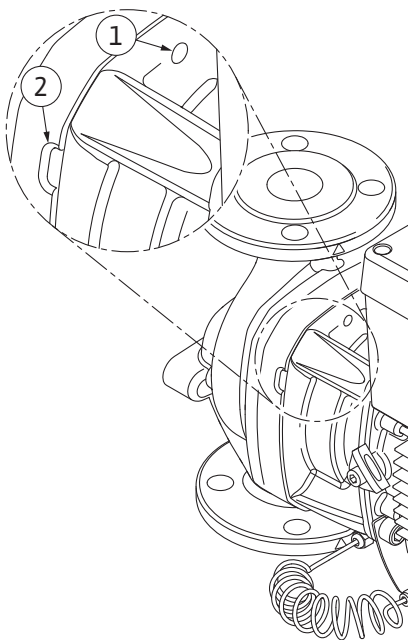

Fig. 105: Găuri filetate și fante pentru împingerea ansamblului motor cu rotor hidraulic din carcasa pompei
- În funcție de tipul pompei (Fig. I și Fig. II), utilizați cele două găuri filetate M10 (vezi Fig. 105) și utilizați șuruburi adecvate puse la dispoziție de client (de exemplu, M10 x 20 mm). Fantele (Fig. 105, Poz. 2) pot fi folosite și pentru împingere.